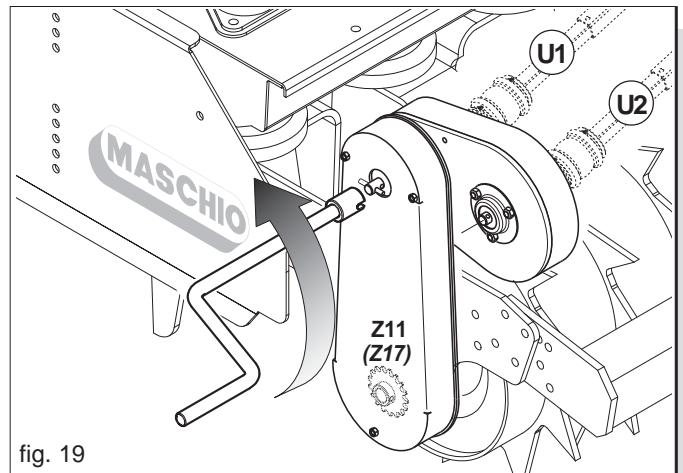

fig. 19
Für eine größere Einstellbreite der pro Hektar ausgestreuten Saatgutmenge (kg/ha) wurde ein Getriebe mit Doppelkupplung für die Antriebsachse entwickelt (U1 und U2, Abb. 19). In der Tabelle sind alle vor Säebeginn vorzunehmenden Einstellungen aufgeführt:
- Die Kardanwelle des Antriebs auf der Basis der auszustreuenden Saatgutmenge in Position U1 oder Position U2 ankuppeln (siehe Abbildung 19).
- 2) Die Kurbel in die Getriebewelle einsetzen und gegen den Uhrzeigersinn drehen, wie durch den Pfeil auf Abbildung 19 gezeigt.